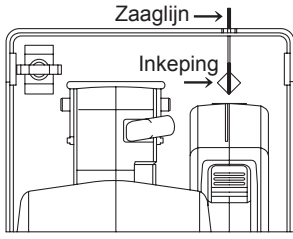

Fig.5
1. Lijn de richtlijn op de schoen uit met uw zaaglijn. [Fig.5]